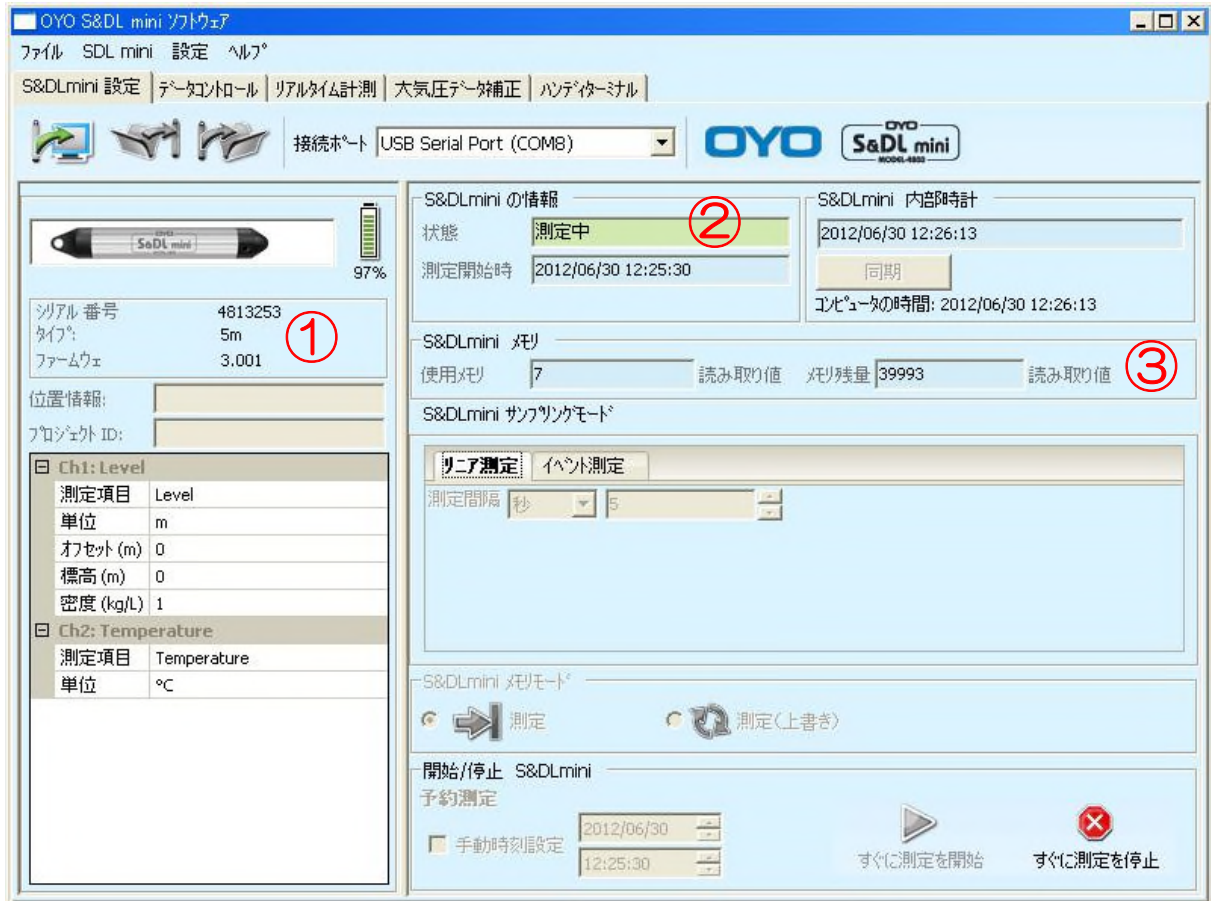

図 7-1 S&DL mini ソフトウェア ver3.0 標準画面
## 7.1 S&amp;DL mini 個別情報の確認 (図 7-1 ①)
## 7.2 測定状態の確認 (図 7-1 ②)
## 7.3 内部メモリの使用状況の確認 (図 7-1 ③)